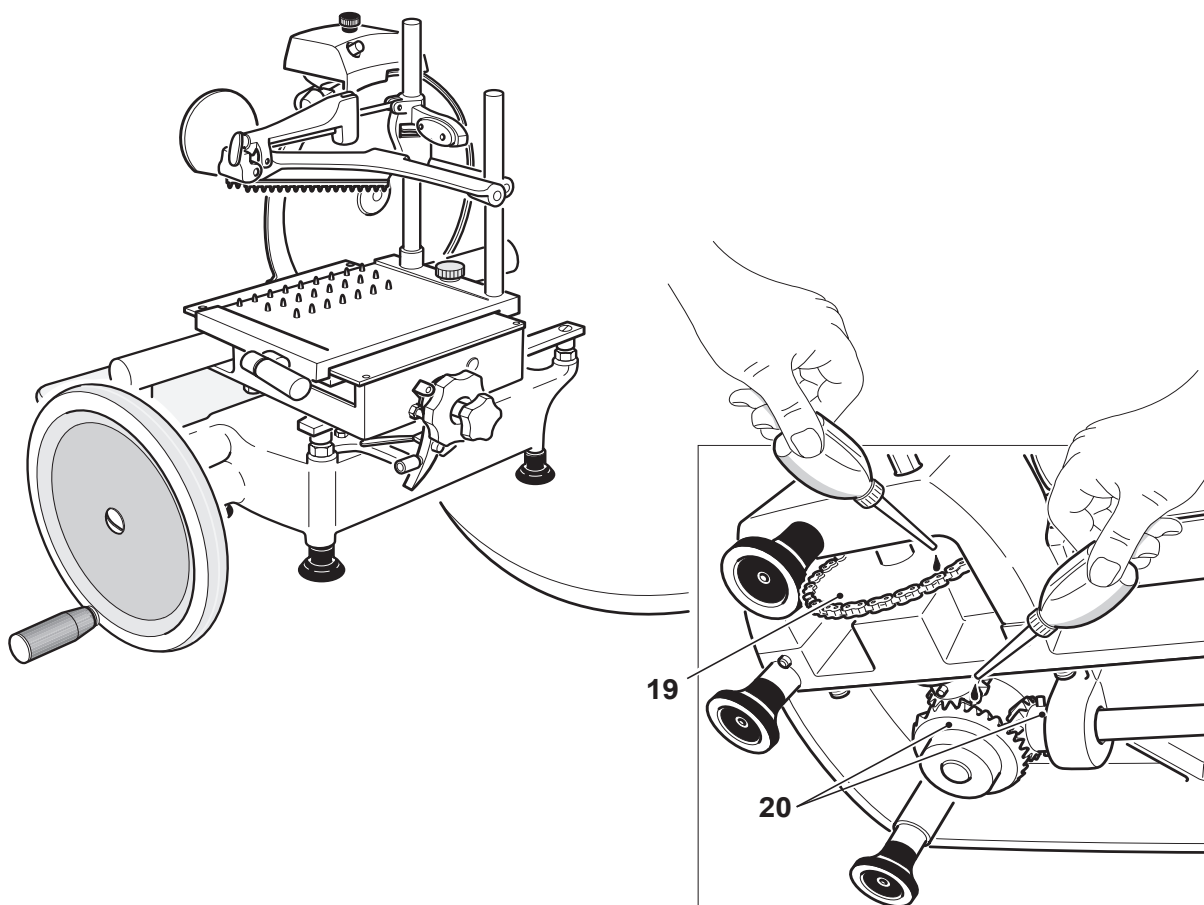

Figure 25-1
1. Soulevez la trancheuse et appliquez 3 à 4 gouttes du lubrifiant fourni à la chaîne d'huile (19) et à l'engrenage conique (20) (Figure 25-1).